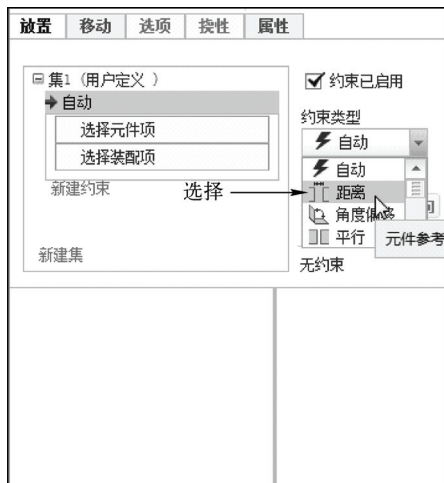

图 11-8 选择“距离”选项
STEP 08 用与上述同样的方法，打开一个零件，同时打开“元件放置”选项卡，单击“放置”按钮，弹出“放置”下滑面板，单击“约束类型”下拉列表框的按钮，在弹出的列表中选择“距离”选项，如图 11-8 所示。